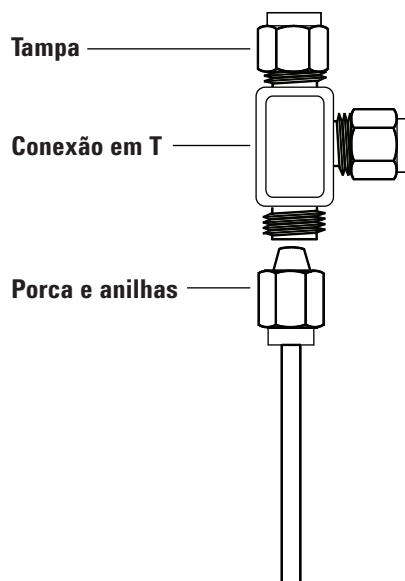

Figura 19. T Swagelok
- 1 Corte a tubulação onde quiser instalar o T. Conecte a tubulação e o T com uma conexão Swagelok. Consulte a Figura 19.